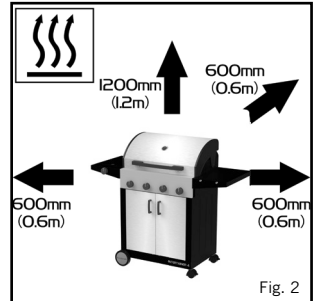

Fig. 2
- Se till att apparaten inte används i närheten av antändligt material. Minsta säkerhetsavstånd är 1,2 m ovanför apparaten och 600 mm från apparatens sidor och baksida (se bild 2).